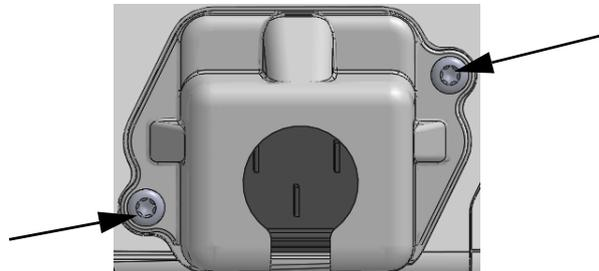

Abbildung 3-5 HemoSphere Netzanschlussverkleidung – Platzierung der Schrauben
- 1 Die beiden Schrauben (Abbildung 3-5) abnehmen, mit denen die Netzanschlussverkleidung an der Rückwand des Monitors befestigt ist.